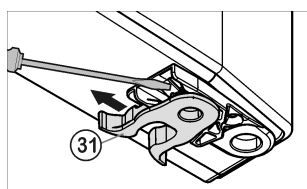

Fig. 6
- Извлеките опорный винт (22) с шайбой (23), вытягивая его вверх.
- Снимите пробку (21).
- Открутите (26) опорный кронштейн (25).
- Открутите (29) опорную деталь (28) и, переставив в отверстие на противоположной стороне опорного кронштейна, снова прикрутите.
- Осторожно снимите и переставьте на противоположную сторону крышку со стороны ручки (27) и винт (40).
- Снова прикрутите опорный кронштейн (25) на новой стороне шарнира (с моментом 4 Нм). При необходимости используйте аккумуляторный шуруповерт.
- Переставьте пробку (21) в свободное отверстие.
- Снова установите опорный палец (22) с шайбой. При этом фиксатор должен быть направлен назад.
- переставить пружинный зажим Fig. 6 (31): Нажать вниз язычок защелки, снять с него пружинный зажим.